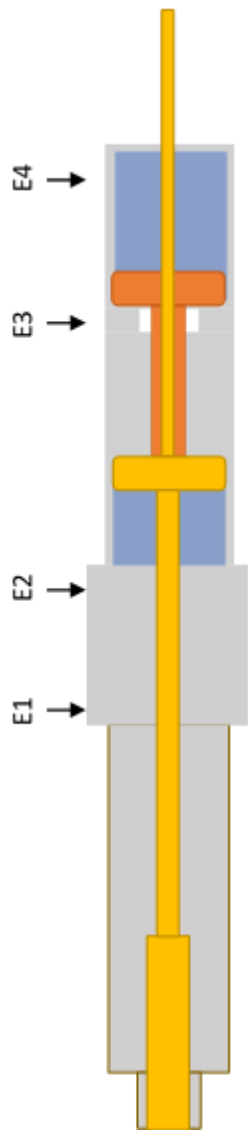

Abbildung 4
• **Füllinjektor schließen (→Abbildung 4).**